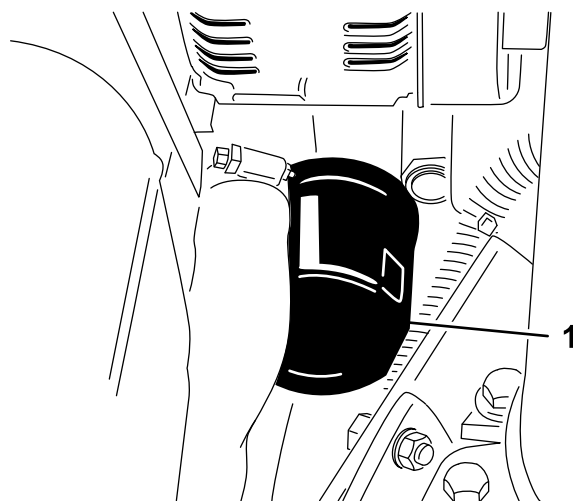

図 48
2. オイルフィルタ（図 48）を外す。新しいフィルタのシールに薄くエンジンオイルを塗って取り付ける。締めすぎないように注意すること。